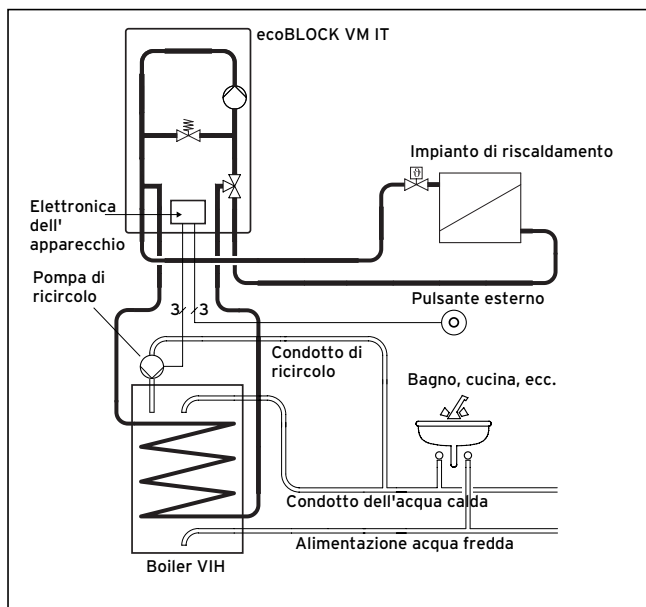
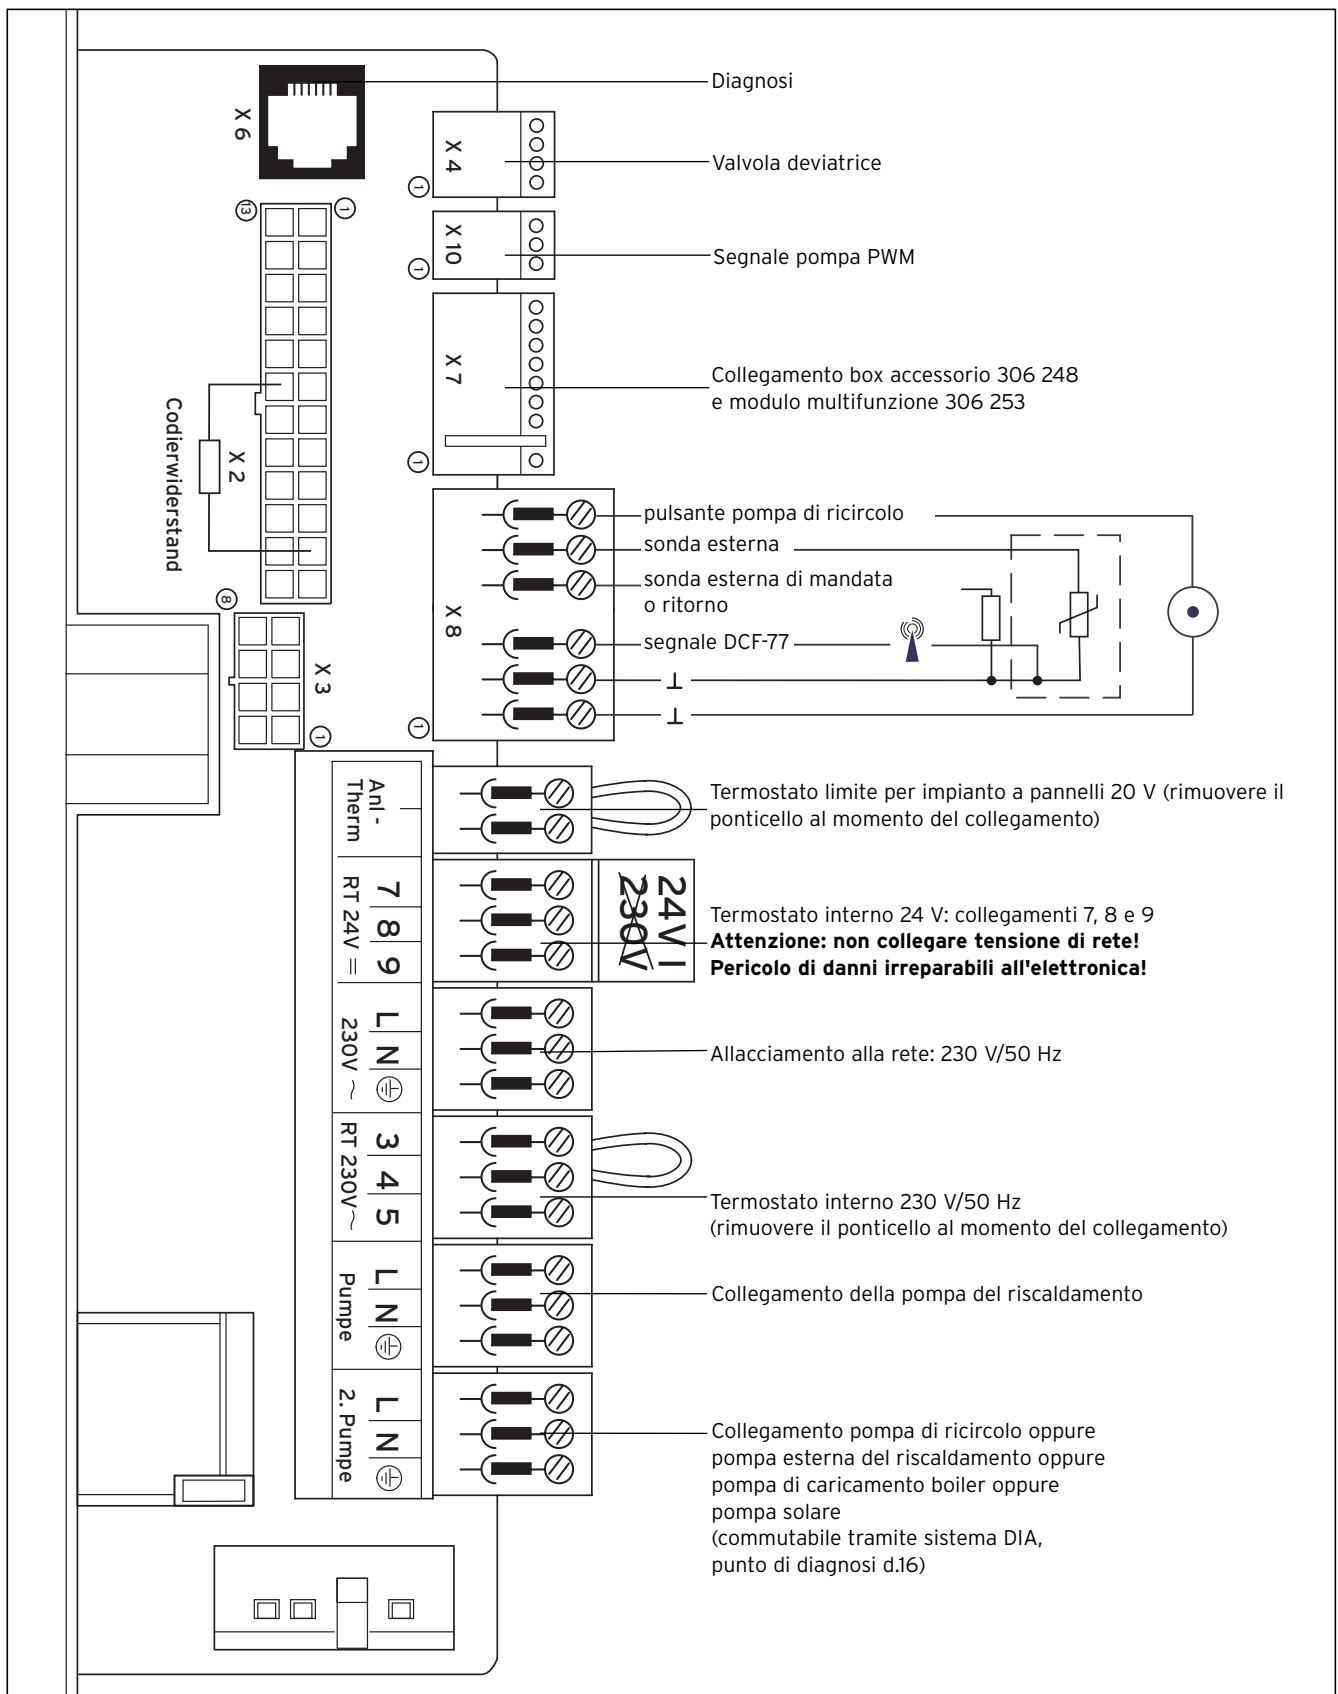

Fig. 4.9 Comando di una pompa di ricircolo in subordinazione alle necessità
Fig. 4.10 Schema dei collegamenti ecoBLOCK VM IT
- Collegare i cavi secondo quanto indicato dalla tabella 4.2 e fig. 4.10/4.11 alle relative spine ProE o dei morsetti dell'elettronica.
L'elettronica del modello ecoBLOCK VM IT offre la possibilità di comandare la pompa di ricircolo di un boiler in subordinazione al fabbisogno (in maniera simile a quella di un interruttore automatico per la luce delle scale) (vedi fig. 4.9). L'inserimento avviene tramite un interruttore a pulsante, da mettere a disposizione a cura del cliente, che può essere installato in un punto qualsiasi dell'appartamento (ad esempio bagno oppure cucina). Tale interruttore a pulsante deve essere collegato ai morsetti X8/1 e X8/6 dell'elettronica del modello ecoBLOCK VM IT (vedi fig. 4.10). All'azionamento dell'interruttore a pulsante la pompa di ricircolo viene posta in funzione. Dopo un periodo di funzionamento di 5 minuti la pompa viene disinserita. Possono essere installati più pulsanti in parallelo. Indipendentemente dal comando esterno della pompa di ricircolo è possibile la funzione „Comando tramite temporizzatore programmabile“ mediante un adeguato organo di regolazione.
- Collegare la pompa solare, come descritto nella fig. 4.10, al corrispondente connettore ProE o al sistema elettronico.